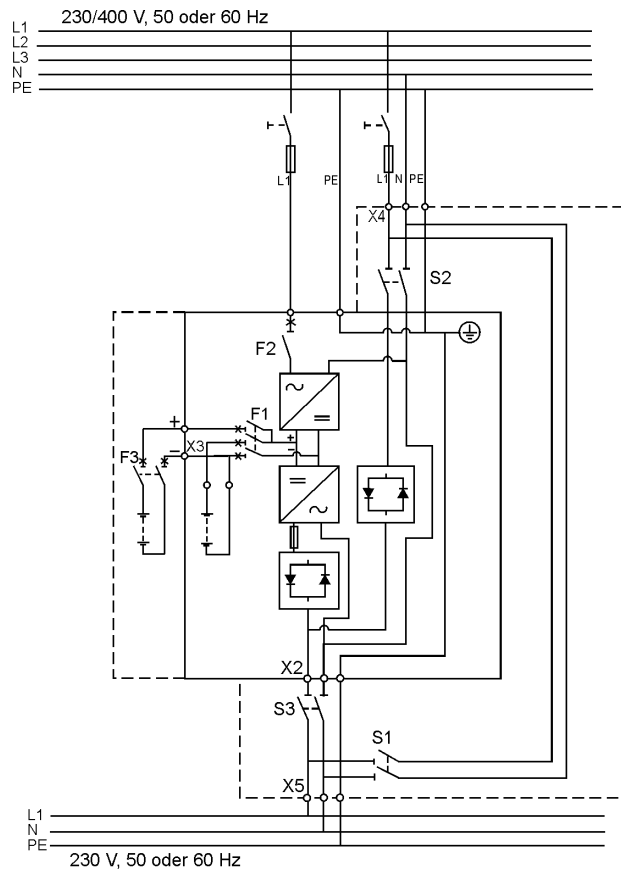

Abb. 18. Schaltplan für USV S-Modell (Einphasen-Gleichrichter) mit eingebautem MBS
4. Sicherstellen, daß die Sicherung F3 des Batterieschranks in der Stellung AUS steht. Eines der Batteriekabel (+ oder -) unterbrechen, um das Sicherheitsrisiko möglichst gering zu halten. Auf keinen Fall den Sicherheitsdraht von der Sicherung entfernen, bevor alle Kabel fest verbunden sind und die Verkabelung des gesamten Systems abgeschlossen ist. Abdeckung A (vgl. Abb. 18) an der Rückseite des Batterieschranks entfernen, um die Kabel an den Klemmenblock X6 des Batterieschranks anzuschließen. Kabel nach außen führen; hierzu Abdeckung B entfernen. Abdeckung A an ihre ursprüngliche Position bringen und Abdeckung B als Kabelhalterung benutzen.